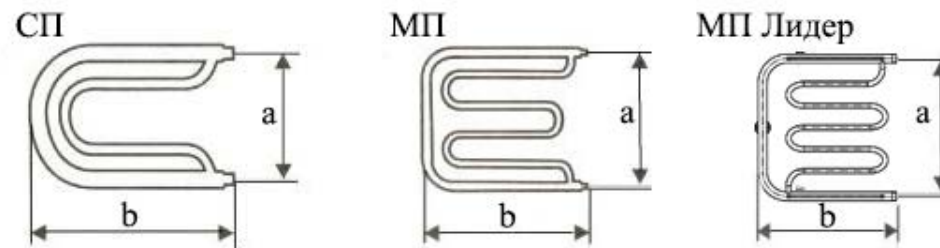

Рис.1
1.2. Полотенцесушитель внешний вид которого показан на Рис.1, устанавливается в систему централизованного или местного горячего водоснабжения или отопления.